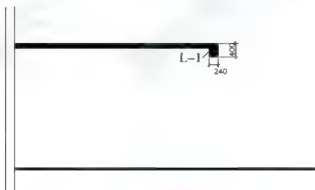

图 4.90 填充楼板并绘制梁 L-1
(4) 绘制梁 L 1: 按照图 4.90 所给的尺寸绘制梁 L 1, 并关闭【轴线】图层。用【填充】命令填充楼板和梁 L 1, 填充图案选择【其他预定义】中的【SOLID】图案选项, 同时用【编辑多段线】命令, 将地面线加粗为 80mm, 结果如图 4.90 所示。